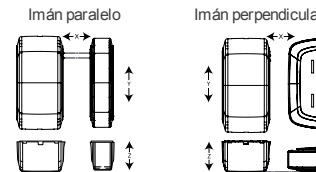

Figura 5: Sentidos de cobertura de alcance
- Para que la función AM funcione adecuadamente, alinee el imán con la cubierta decorativa del sensor durante la calibración. Para ver detalles de la instalación paralela y perpendicular del imán, consulte la figura 5.